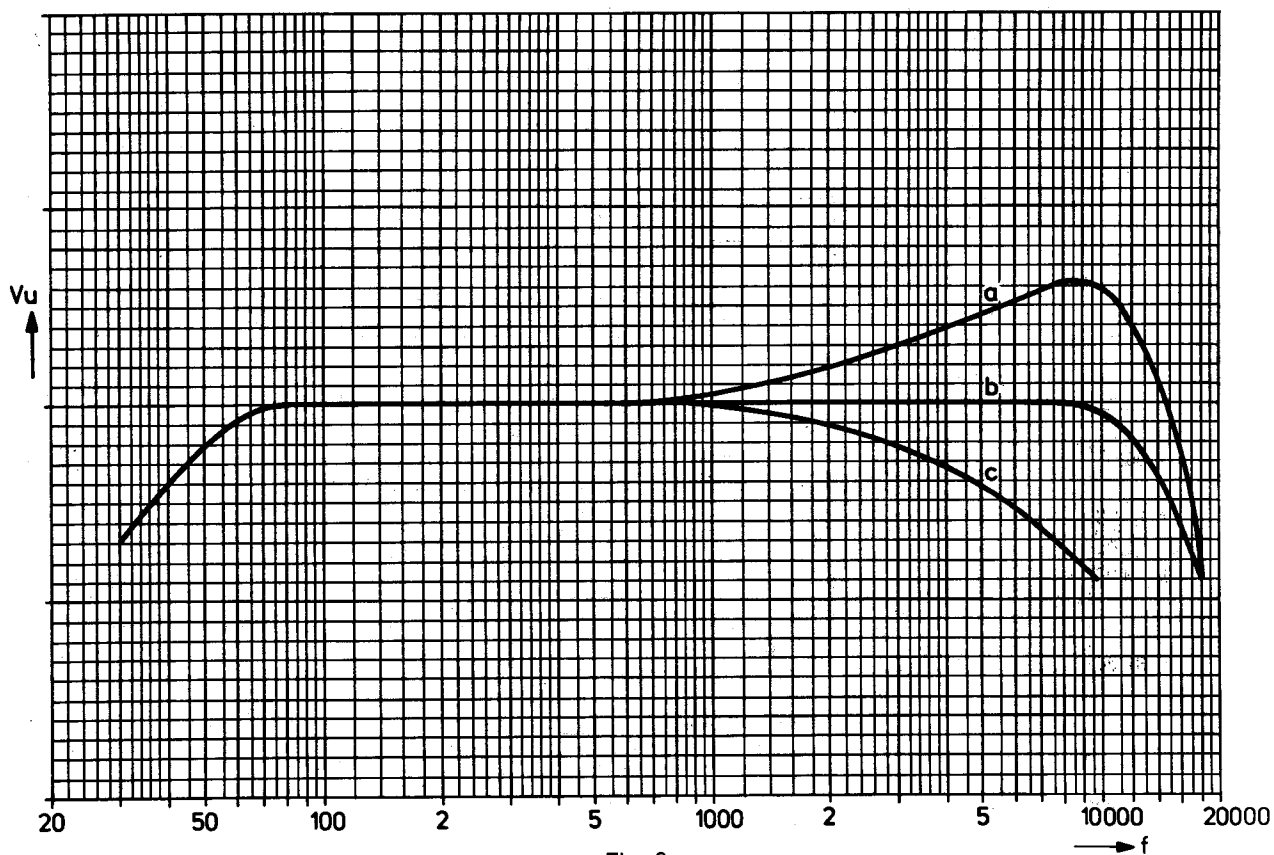

Fig. 6
- *g — Se necessario regolare ancora una volta. — Quando viene regolato un canale, questo può influire sulla regolazione dell'altro. — Se la regolazione è corretta la curva della risposta in frequenza sarà simile alla curva b della Fig. 6. Distorsione $\geq 3\%$. — Se la premagnetizzazione è troppo bassa, la distorsione aumenterà. La curva della risposta in frequenza sarà quella della curva a della Fig. 6. — Se la premagnetizzazione è troppo alta ne risulterà un'eccessiva attenuazione delle frequenze alte, vedere curva c della Fig. 6.